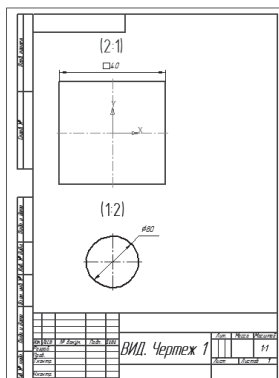

Рис. 68
6. Полученный чертеж сохранить под именем «ВИД. Чертеж 1» (см. рис. 68).